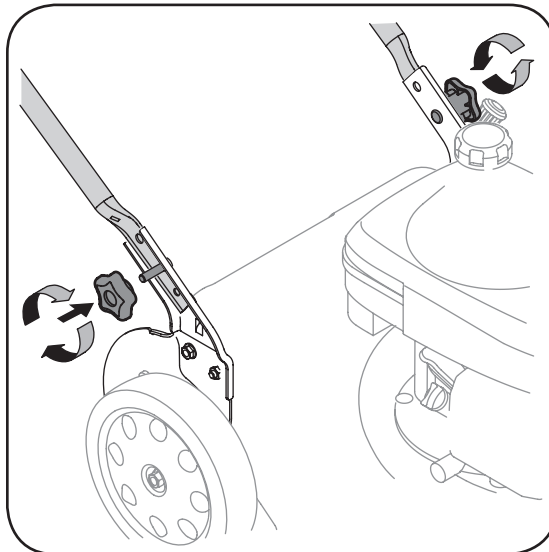

Figura 3-2: Asegure la manija a los soportes de montaje.
2. Vuelva a colocar y apriete las perillas manuales extraídas antes asegurando la manija inferior a los soportes de la manija, Figura 3-2.